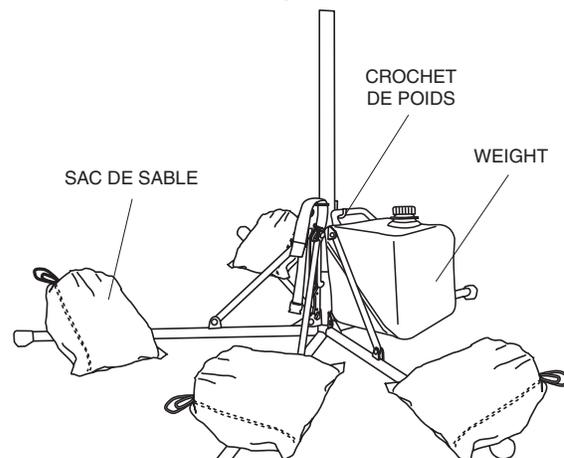

Figure 10. Sacs de sable et poids
6. Pour améliorer la stabilité et prévenir le basculement du système d'éclairage, mettre des sacs de sable sur les stabilisateurs ou des poids du même type sur le crochet à poids tel qu'illustré à la Figure 10.